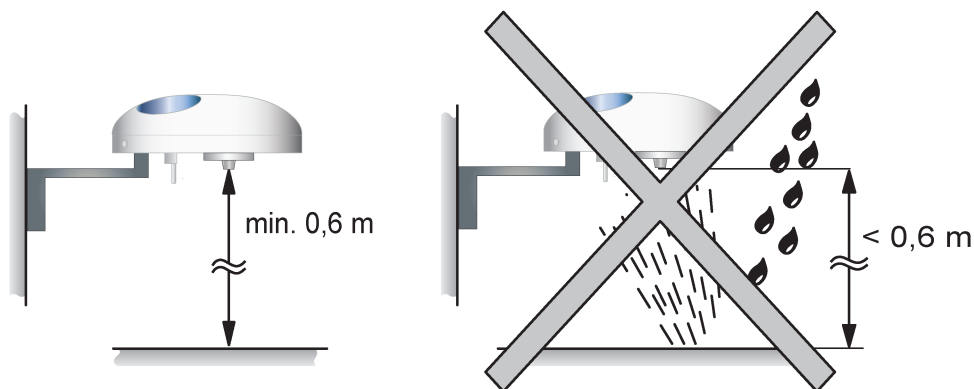

Bild 2: Mindestabstand zu Oberflächen
- Den der Wetterstation beiliegenden Befestigungsarm an einer geeigneten Wand anbringen. Dabei ist zwingend der Mindestabstand zu darunterliegenden Oberflächen (siehe Bild 2) zu beachten.